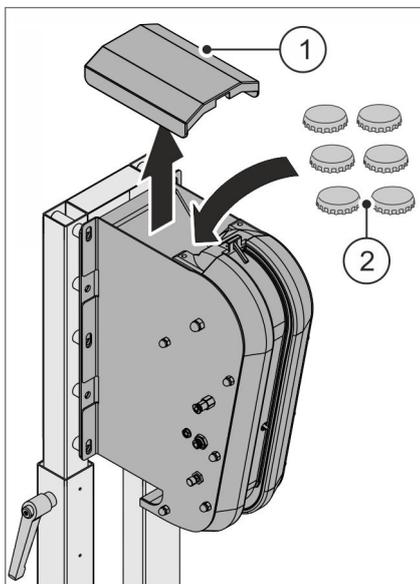

Abb. 37 Behälter mit Kronkorken befüllen
- Deckel Abb. 37/1 des Kronkorkenbehälters abnehmen und Kronkorken Abb. 37/2 vorsichtig in den Behälter füllen.
03. Deckel Abb. 37/1 wieder auf den Kronkorkenbehälter legen.